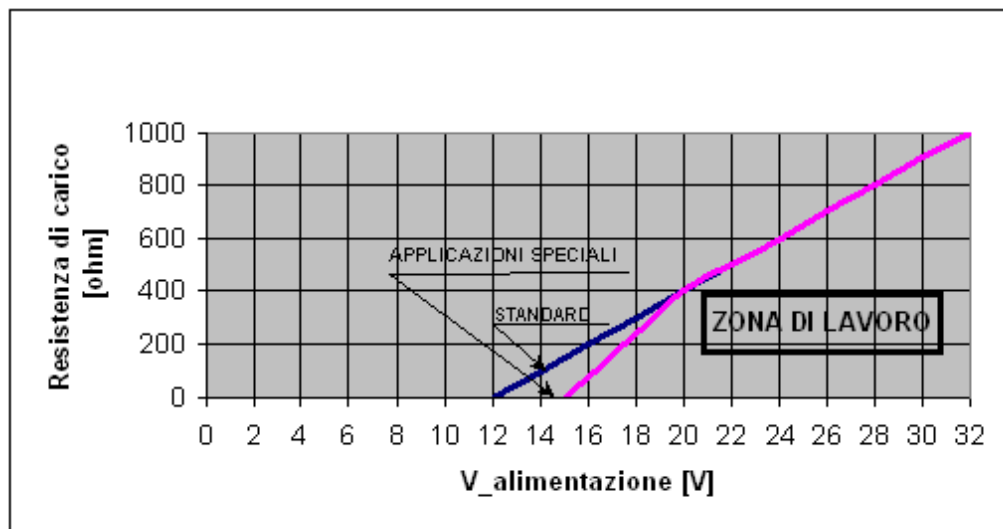

Fig.2
- alimentazione standard : 12÷30V d.c. in funzione alla resistenza di carico (vedere Fig. 2)
- alimentazione applicazioni speciali : 15÷30V d.c. in funzione alla resistenza di carico (vedere Fig. 2)
- uscita 4 ÷20 mA su Rmax in funzione alla tensione di alimentazione (vedere Fig. 2)
- **Se il led lampeggia: o l'alimentazione è troppo bassa o la resistenza di carico è troppo alta (vedi Fig. 2).**